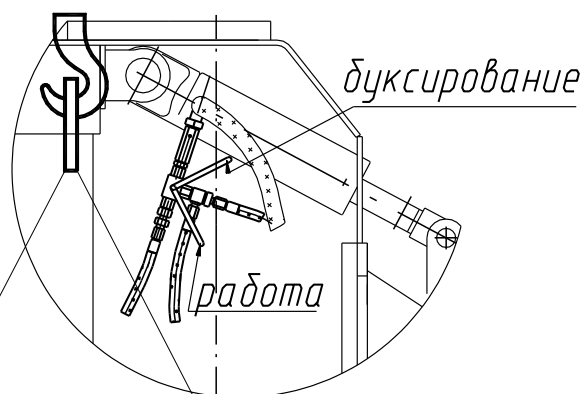
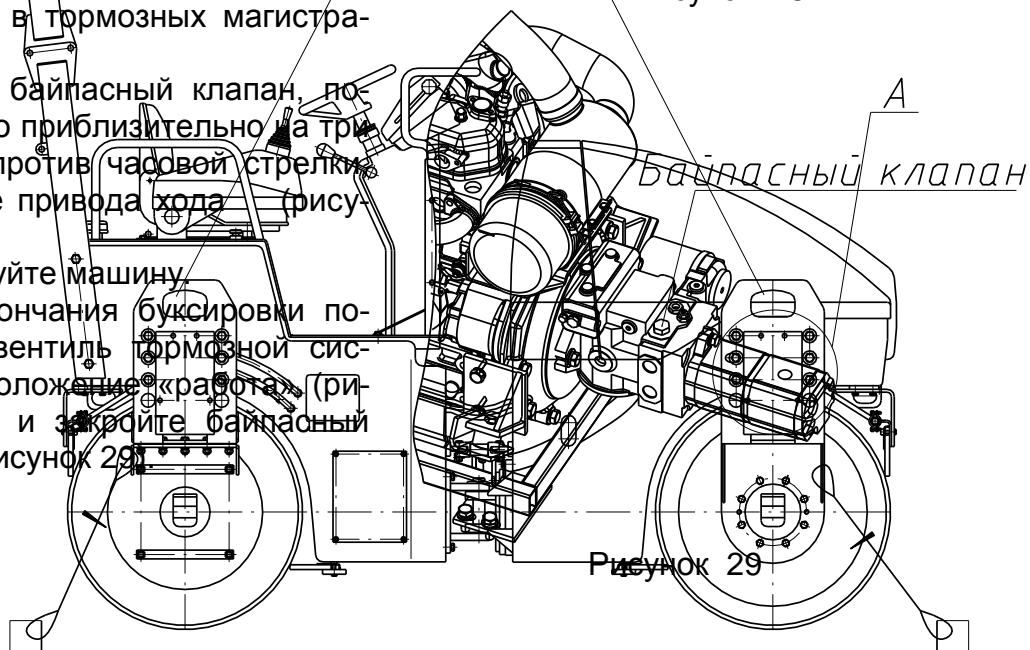

Рисунок 28
Рисунок 29
- 1 Включите кнопку массы и поверните ключ зажигания в положение «ON/работа». Поверните вентиль тормозной системы в положение «буксирование». Вентиль расположен под полом платформы оператора с левой стороны по ходу движения катка (рисунок 28)
- 3 Откройте байпасный клапан, повернув его приблизительно на три оборота против часовой стрелки на насосе привода хода (рисунок 29).
- 5 После окончания буксировки поверните вентиль тормозной системы в положение «работа» (рисунок 28) и закройте байпасный клапан (рисунок 29).